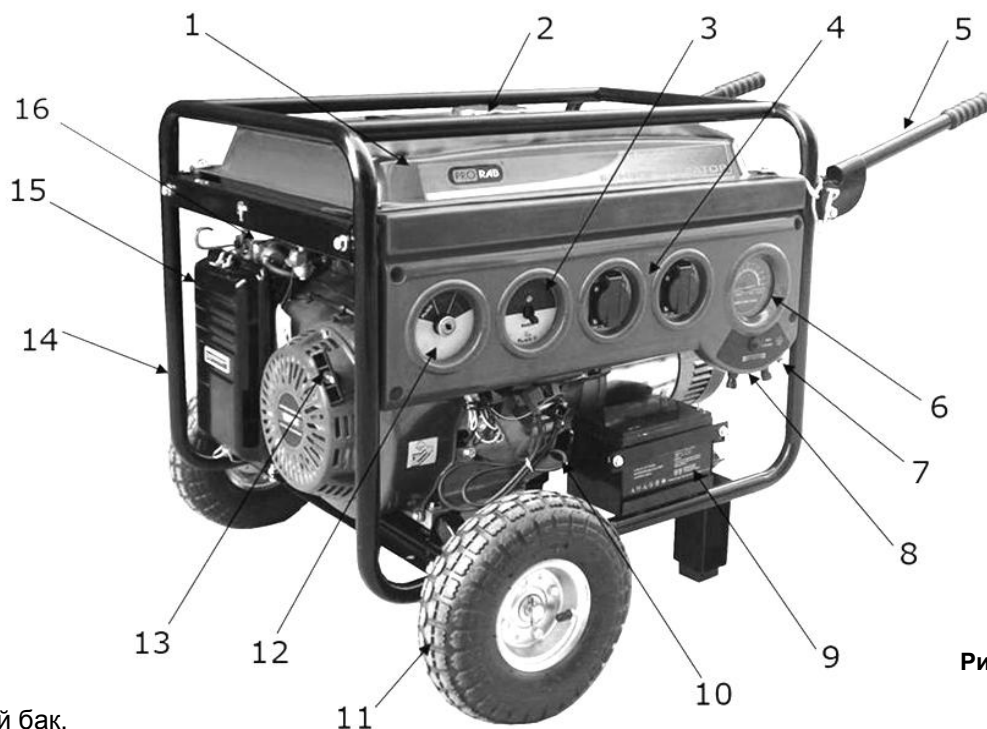

Рис. 1
- Запуск бензинового двигателя осуществляется ручным стартером, при помощи рукоятки (13)(См. Рис.1), или же электрическим стартером, при помощи ключа зажигания.
- Заправка топливного бака (1) осуществляется через заправочную горловину, закрытую крышкой (2).
- Топливо из топливного бака (1) через топливный кран (16) и топливную систему, поступает в карбюратор.
- С помощью воздушного фильтра производится очистка воздуха, поступающего в карбюратор двигателя. Для проведения технического обслуживания воздушного фильтра, он снабжен съемной крышкой (15). Через крышку открывается доступ к фильтрующему элементу.
- Розетки (4) предназначены для подключения потребителей однофазного переменного тока, напряжением 220 В.
- Вольтметр (6) предназначен для измерения величины выходного напряжения работающего генератора.
- Розетка (8) предназначена для подключения потребителей постоянного тока, напряжением 12 В.
- Округлите крышку топливного бака (2)(См. Рис.1). Проверьте уровень топлива.
- Закройте топливный кран (16)(См. Рис.1) перед дозаправкой топлива.
- Отверните масляную пробку (10)(См. Рис.1), достаньте щуп.
- Соедините разъем заземления (7)(См. Рис.1) на панели управления с заземлителем. Для соединения используется провод, сечением не менее 1,5 мм2.
- Противоположный конец провода соединяется с клеммой заземления генератора (7)(См. Рис.1).